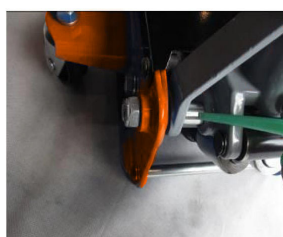

Abb. 8: Schmierstellen am Wagenheber
Schritt 1: Schmieren Sie alle beweglichen Teile, Lager des Wagenhebers und des Pumpmechanismus (Abb. 8) mit hochwertigem Schmieröl.